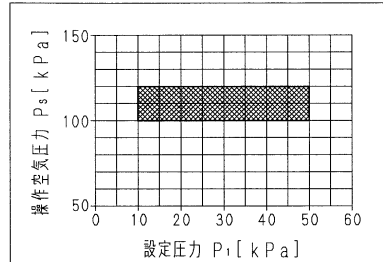

図1 所要操作空気圧力
1. PCには図1（網掛範囲）に示す操作空気を供給してください。操作空気圧力は減圧弁等により常時一定としてください。